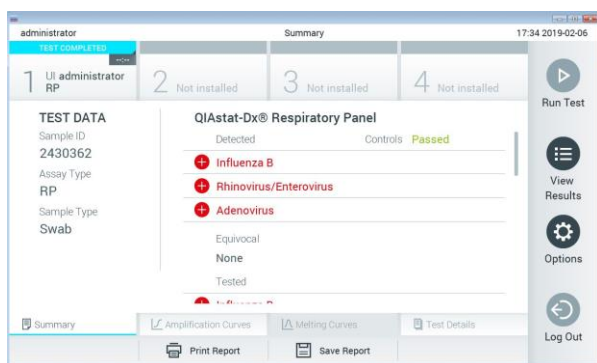

图 30. 结果 Summary（摘要）屏幕。
11. 排出 QIAstat-Dx 检测试剂盒后，将显示结果 Summary（摘要）屏幕（图 30）。有关详情，请参阅第 5.4 节。